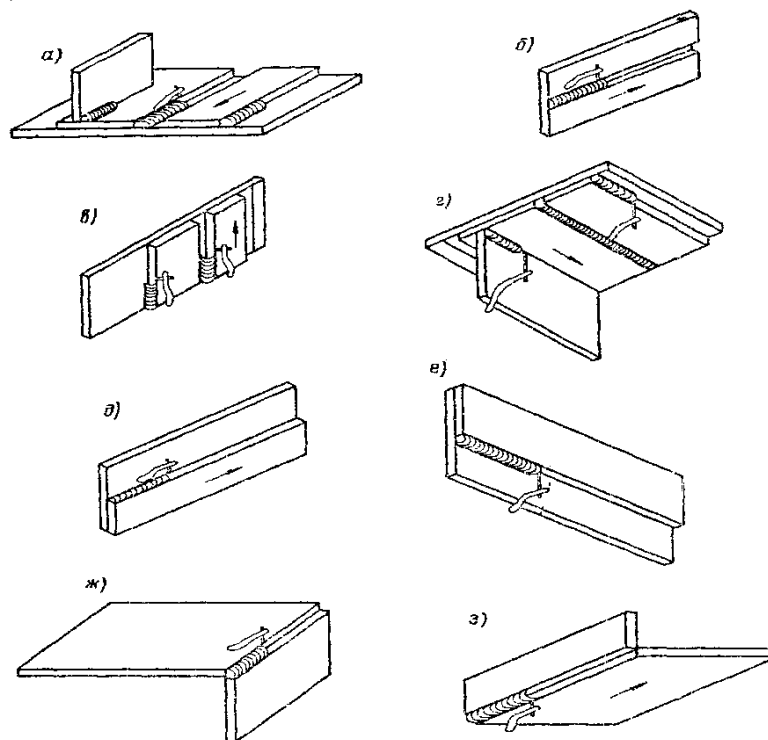

Рис. 1
1.33.12. Нормами сборника предусмотрена сварка нахлесточных, стыковых, угловых и тавровых соединений в нижнем, горизонтальном, вертикальном и потолочном положениях шва в пространстве (см. Рис. 1).